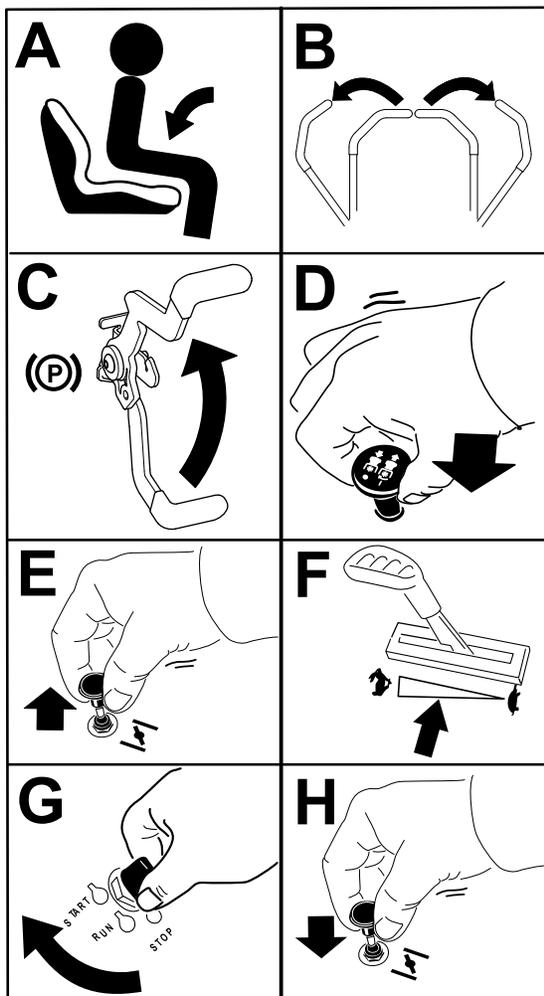

Figura 20
1. Desengrane las cuchillas moviendo el mando de control de las cuchillas a la posición de **DESENGRANADO** (Figura 20).